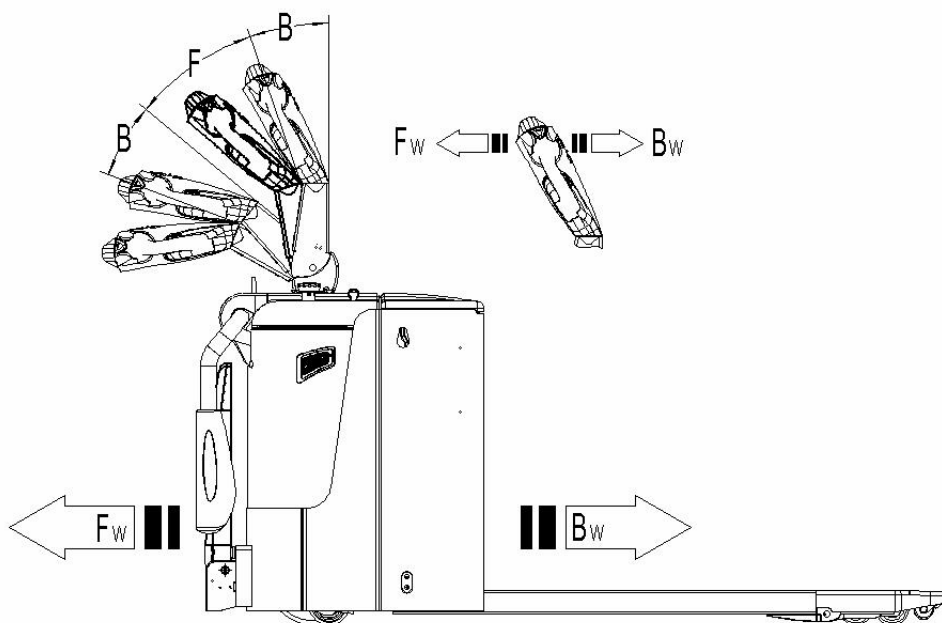

Рис. 9: Направления движения
Поверните ключ (10), переместите ручку в рабочее положение ('F', Рис.9), поверните рукоятку акселератора в направлении вперед 'Fw.' или назад 'Bw.'(рис. 9).